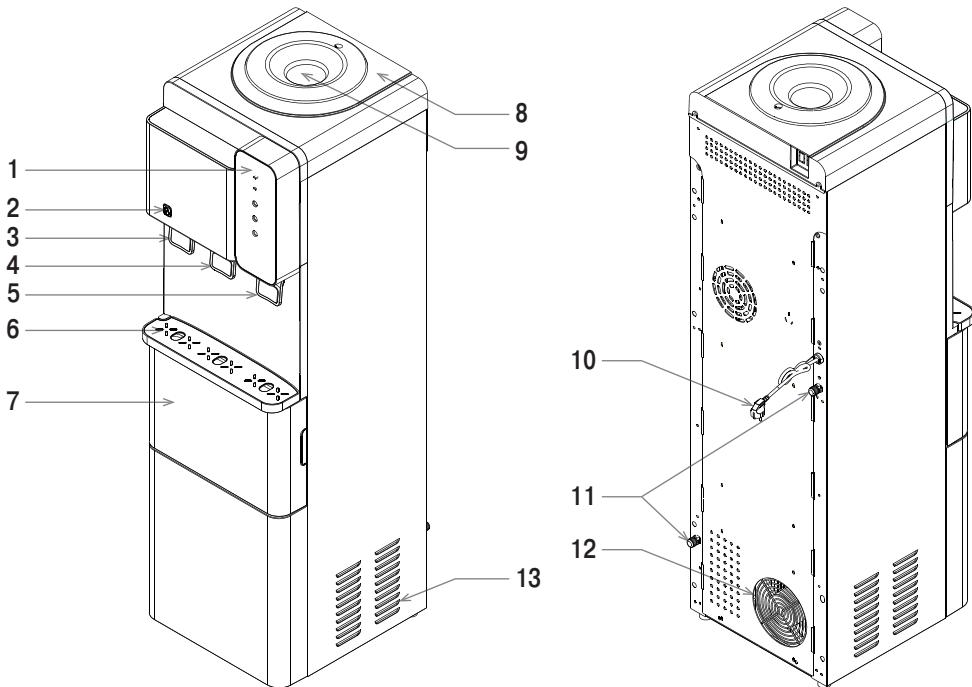
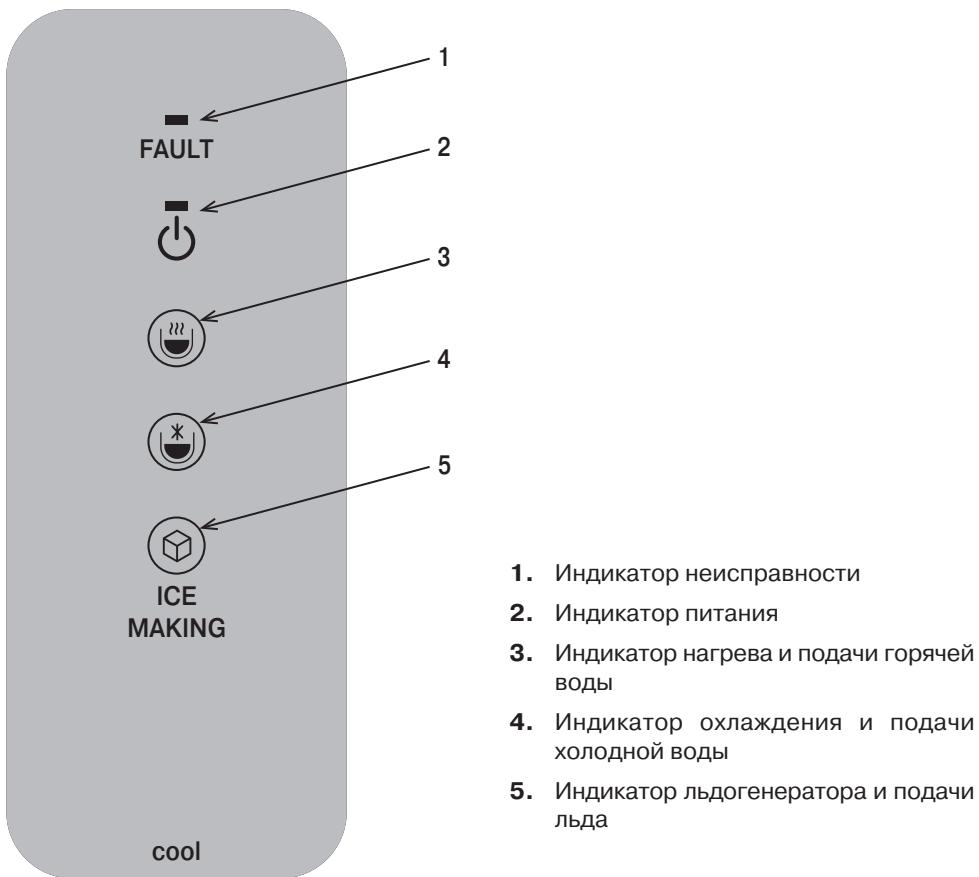

Рис. 1. Схема аппарата V25L
Рис. 2. Схема панели управления аппарата V25L
Перед первым использованием рекомендуется слить по 500 мл воды через каждый кран. Если кабель электропитания (рис. 1–10) и индикатор нагрева воды (рис. 2–3) были включены, когда система еще не заполнилась водой полностью, сработает термозащита, которую сможет отключить только специалист сервисного центра.
Когда Вы убедились, что вода из крана горячей воды (рис. 1–3) идет непрерывной струёй, включите функцию нагрева/охлаждения воды и функцию приготовления льда (рис. 2–3, 2–4, 2–5).
После включения прибора последует один звуковой сигнал, загорится индикатор питания (рис. 2–2), и прибор перейдет в режим ожидания.
Краны подачи воды (рис. 1–3, 1–4, 1–5)
- Поставьте чашку или другую емкость для воды на лоток каплесборника (рис. 1–6) под кран подачи воды (рис. 1–3, 1–4, 1–5).
- Для того чтобы налить горячую воду, удерживая клавишу защиты (рис. 1–2), нажмите кружкой на кран подачи горячей воды (рис. 1–3). Для того, чтобы налить воду комнатной температуры, нажмите кружкой на кран подачи воды комнатной температуры (рис. 1–4). Для того, чтобы налить холодную воду, нажмите кружкой на кран подачи холодной воды (рис. 1–5). В силу технических особенностей кранов, после каждого использования аппарата допустимо подкачивание воды в объеме 5–10 мл в лоток каплесборника (рис. 1–6).
Для старта процесса нагрева/охлаждения воды нажмите на индикатор нагрева/охлаждения (рис. 2–3/2–4). После этого раздастся один звуковой сигнал и начнётся мигание соответствующих индикаторов, извещающее о выполнении нагрева/охлаждения; когда температура воды достигнет установленного значения, индикатор горячей/холодной воды будет гореть постоянно; если вам нужно выключить функцию нагрева/охлаждения воды, нажмите на индикатор нагрева/охлаждения (рис. 2–3/2–4) снова, индикатор горячей/холодной воды погаснет, и функция нагрева/охлаждения будет выключена.
Нажмите индикатор приготовления льда (льдогенератора) (рис. 2–5), последует один звуковой сигнал, индикатор приготовления льда начнет мигать, процесс приготовления льда будет запущен, а время приготовления льда составит около 10 минут / цикл. Когда индикатор льдогенератора горит постоянно, это означает, что камера для льда заполнена, приготовление льда приостановлено; уберите «кубики» льда с поддона, и функция приготовления льда перезапустится; если Вы получили достаточное количество льда и функцию приготовления льда нужно отключить, нажмите индикатор льдогенератора (рис. 2–5) снова, индикатор погаснет, и функция приготовления льда будет выключена.
1. Сразу отключите функции нагрева/охлаждения воды и функцию приготовления льда (рис. 2–3, 2–4, 2–5).
4. Убедившись, что вода из крана горячей воды (рис. 1–3) идет непрерывной струёй, включите функцию нагрева/охлаждения воды и функцию приготовления льда (рис. 2–3, 2–4, 2–5).
3. Снимите съёмные детали (рис. 1–6, 1–9) с аппарата и тщательно промойте их с небольшим количеством моющего раствора, предназначенного для мытья посуды. Никогда не мойте съемные детали аппарата каким-либо иным способом, кроме как вручную.
3. Возьмите емкость для воды и слейте воду через кранчик холодной или воды комнатной температуры (рис. 1–4, 1–5). Убедитесь, что горячая вода в аппарате остыла и только после этого слейте горячую воду через кранчик горячей воды (рис. 1–3).
4. Остатки воды в системе необходимо слить, открыв пробку отверстия для слива воды, расположенного на задней стенке аппарата (рис. 1–11), после чего закрыть отверстие.
6. Промойте аппарат чистой водой: необходимо залить в систему около 4 литров чистой воды, затем слить через кранники горячей (рис. 1–3), воды комнатной температуры (рис. 1–4), холодной воды (рис. 1–5) и отверстие для слива (рис. 1–11). При необходимости повторите процедуру.
- 1.** Отключите функции нагрева/охлаждения воды и функцию приготовления льда (рис. 2–3, 2–4, 2–5).
- 3.** Слейте воду из кранника холодной воды или воды комнатной температуры (рис. 1–4, 1–5).
- 4.** Убедитесь, что горячая вода в аппарате остыла и только после этого слейте горячую воду через кранник горячей воды (рис. 1–3).
- 5.** Остатки воды в системе необходимо слить, открыв пробку отверстия для слива воды, расположенного на задней стенке аппарата (рис. 1–11).